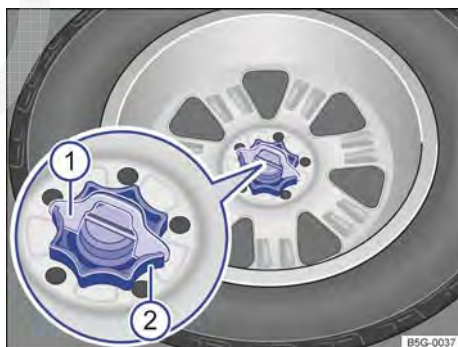

Fig. 311 No compartimento de bagagem: manípulo para fixação da roda sobressalente.
- Se necessário, retirar o calço de proteção contra giro → Fig. 311 ① puxando-o para cima.
- Girar totalmente o manípulo localizado no meio da roda sobressalente → Fig. 311 ② no sentido anti-horário, e remover a roda sobressalente.
- Girar o manípulo → Fig. 311 ② sobre o pino rosqueável no sentido horário até que a roda trocada esteja fixada com segurança.
- Se necessário, inserir o calço de proteção contra giro → Fig. 311 ① na fenda do pino rosqueável, de modo que o manípulo não possa ser mais girado.